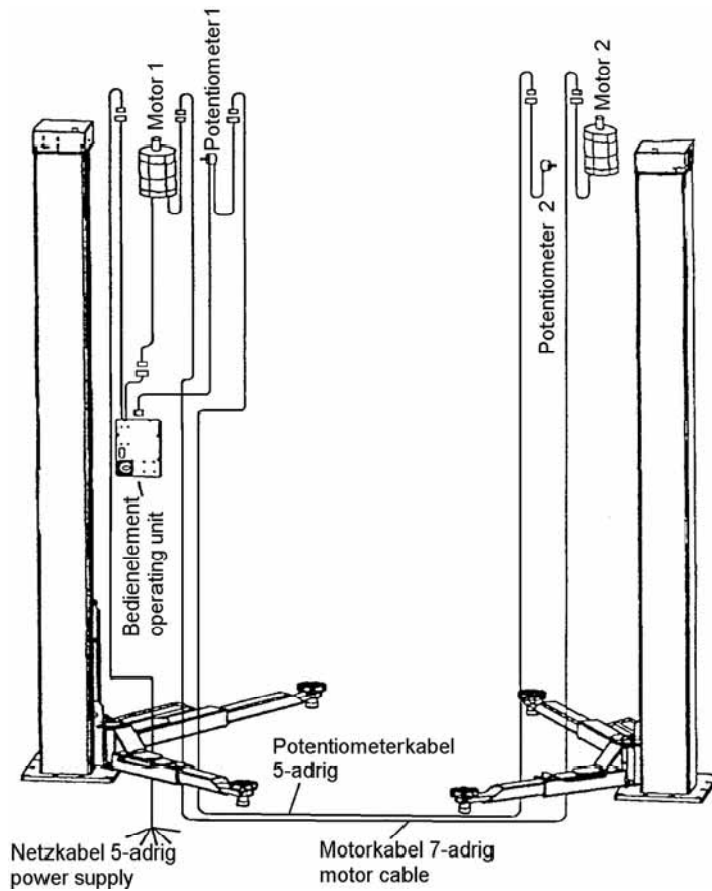

Рис. 24: прокладка кабеля без поперечины
- Соедините штекеры кабелей согласно рис. 24.